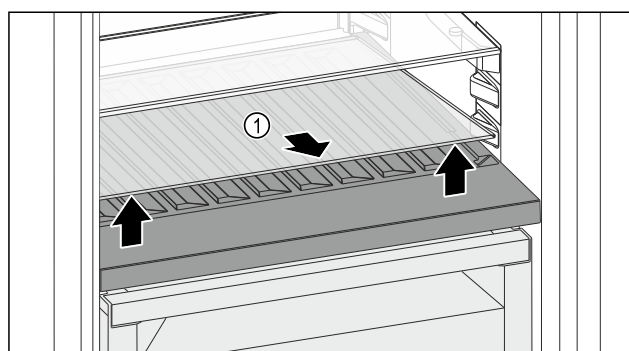

Fig. 192
- Ngrini lart përpara pllakën e xhamit Fig. 192 (1) të foleja dhe tërhiqeni jashtë.
- Ruani të sigurt pllakën e xhamit Fig. 192 (1) jashtë pajisjes.
- Vendoseni pllakën e xhamit (2) nën raftin mbajtës të ndryshueshëm të shisheve.